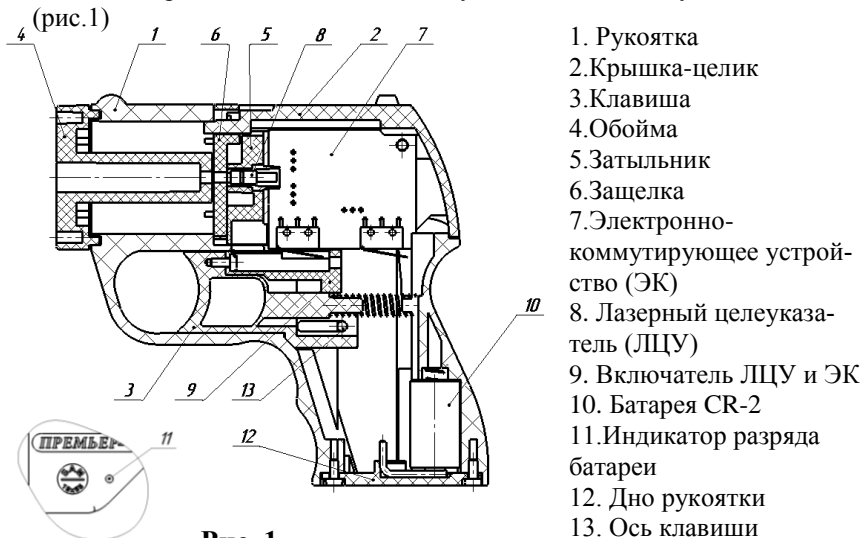

Рис. 1
7.4. При замене батареи 10 (рис. 1) необходимо открутить два винта, удерживающих дно рукоятки 12.